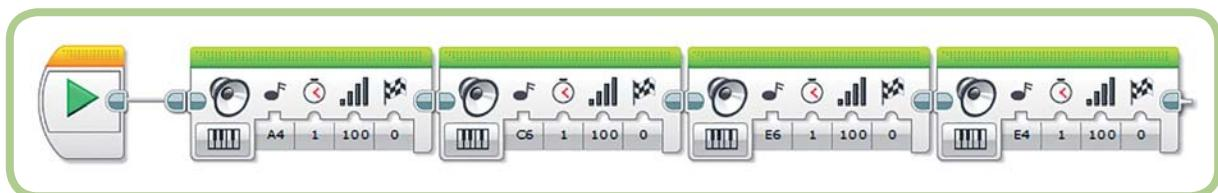

Рис. 12.8. Редактирование контейнера Chime
3. Добавь еще два блока **Звук** (Sound). Активируй режим **Воспроизвести ноту** (Play Note) и выбери ноты для воспроизведения (рис. 12.8).